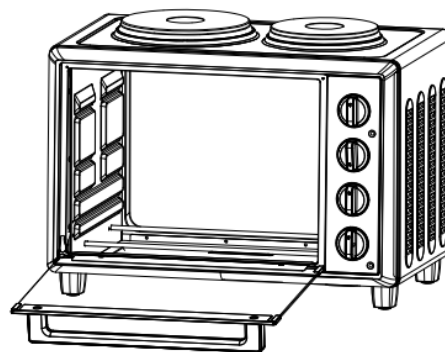

Fig. 11
8. Se estiver a grelhar ou a torrar, deixe a porta do forno entreaberta (Fig. 11).